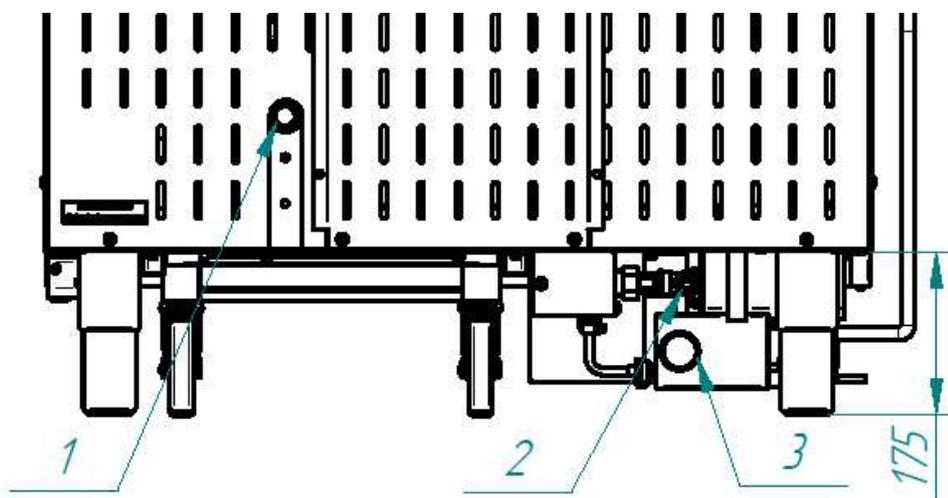

Рис. 4. Подключение пароконвектомата к системе водоснабжения
Необходимо следить за тем, чтобы пароконвектомат был установлен в горизонтальном положении (для этого предусмотрены регулировочные ножки). Высота проема от пола до пароконвектомата должен быть не менее 175мм (см. рис. 4)
- G3/4 наружная резьба (рис.4 поз.1) – подача воды парогенератор и в камеру. Подключать через водоумягчительную установку (водородно-ионного обмена) или фильтр воды. Рекомендуется использовать фильтр BRITA PURITY C300 Quell ST.
- G1/2" наружная резьба (см. рис.4 поз.2) – охлаждение коробки слива и душевое устройство. Допускается подключать к неподготовленной воде.
- используя шланг из комплекта поставки, подключить пароконвектомат к системе канализации. Шланг подключить к штуцеру с наружной резьбой G1¼" (рис.4 поз.3). Подключение к канализации выполнить с разрывом струи не менее 20мм от верха приемной воронки (СНиП 2.04. 01-85 п. 17.11).